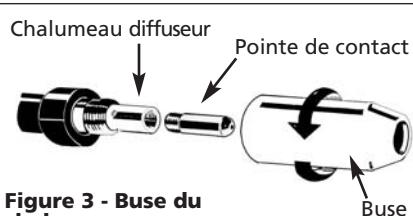

Figure 3 - Buse du chalumeau
- Le fil s'agence à la pointe de contact sur l'extrémité du chalumeau (voir figure 3).
7. Dévisser l'embout et la pointe de contact de l'extrémité du chalumeau de soudure (voir figure 3). Brancher le soudeur dans une bonne prise d'alimentation de courant.
9. Glisser avec soin la pointe de contact sur le fil, visser la pointe dans le chalumeau et réinstaller l'embout (voir figure 3). Couper le fil à environ 1/4 po (0,635 cm) de l'extrémité de la buse.